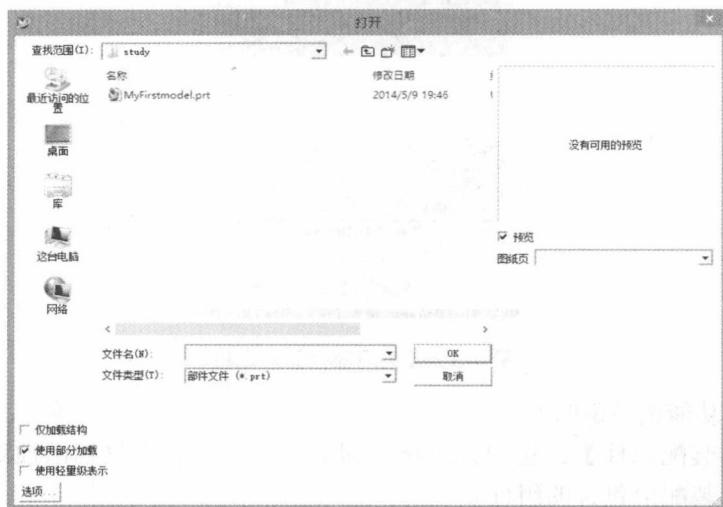

图 1-3 打开部件对话框
- (1) 选择【文件】|【打开】命令或单击【快速访问工具栏】上的【打开】按钮 $\square$ ，出现【打开】对话框，如图 1-3 所示。
- (2) 【打开】对话框显示所选部件文件的预览图像。使用该对话框来查看部件文件，而不用先在 NX 系统中打开它们，以免打开错误的部件文件。双击要打开的文件，或从文件列表框中选择文件并单击 OK 按钮。
(3) 如果知道文件名，在【文件名】下拉列表框中输入部件名称，然后单击OK按钮。如果NX不能找到该部件名称，则会显示一条出错消息。